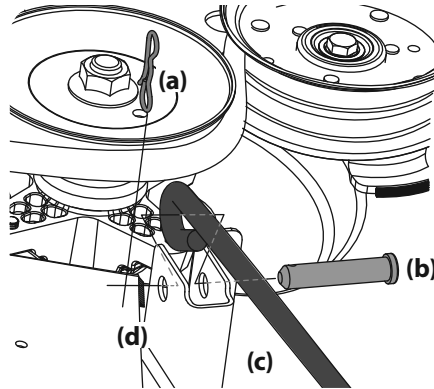

Figura 42
- b. Extraiga el tercer pasador con unión curva (a) del pasador de horquilla (b) que sujeta la varilla de control de la plataforma delantera (c) al soporte delantero de elevación de la plataforma (d). Extraiga los pasadores de horquilla (b). Consulte la Figura 42.